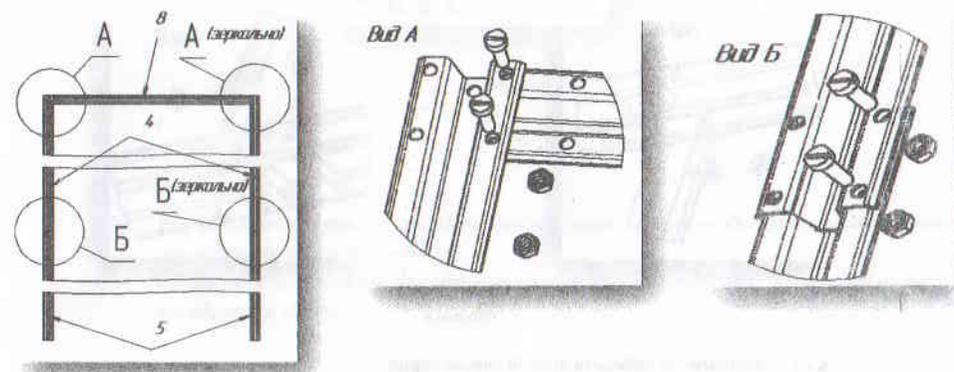

Рисунок 4
- 3.2.1 Соедините между собой детали торца 4, 5, и деталь торца и двери 8, образующие дверной проем как показано на рис.4, при этом профиль 4 должен быть повернут к профилю 8 тем торцом, на котором выполнено 5 отверстий (Вид А).